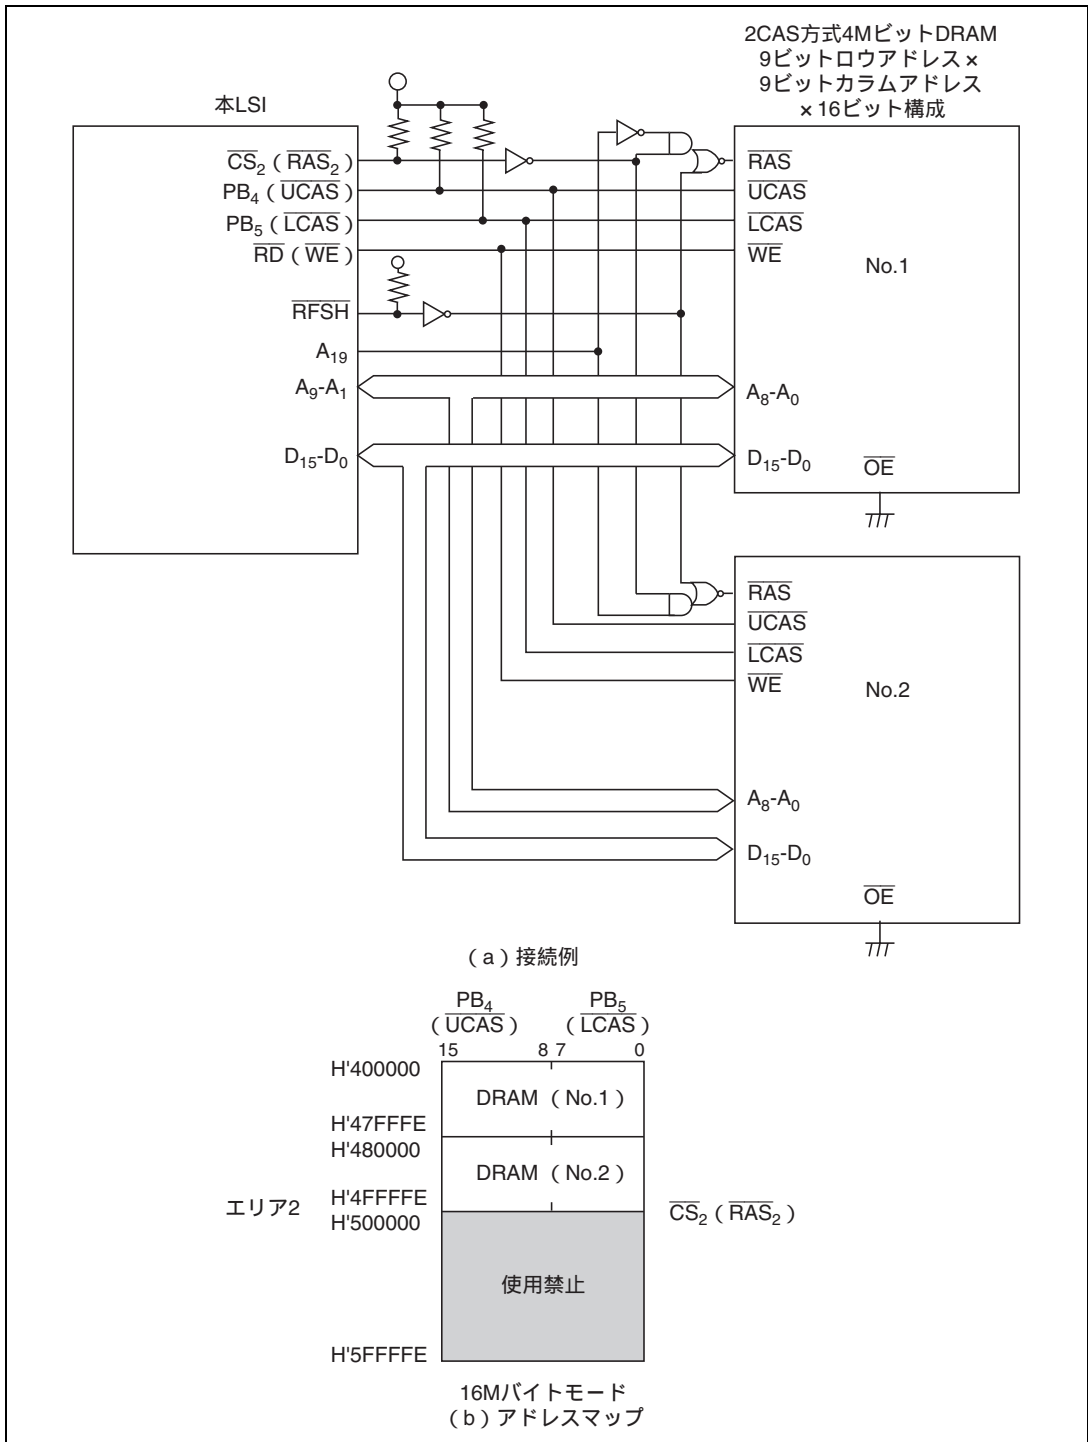

図 6.33 ×16ビット構成(2CAS方式)の4MビットDRAMの接続例とアドレスマップ
- (3) 図6.33に4MビットDRAMを2個使用する場合の接続例とそのアドレスマップを示します。9ビットロウアドレス×9ビットコラムアドレスのタイプのものを使用しています。本例では上位アドレスをデコードすることにより、複数のDRAMを一つのエリアに接続しています。この場合、すべてのDRAMを同時にリフレッシュする必要があるため、 $\overline{\text{RFSH}}$ 端子を使用します。